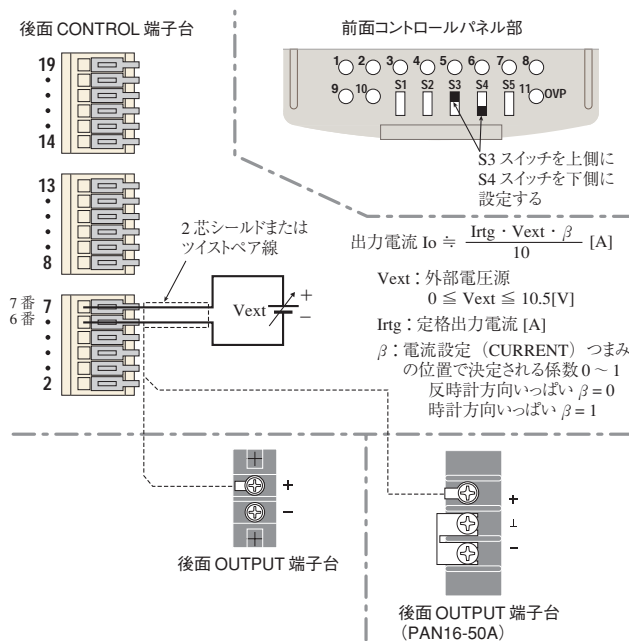

図 4-14 外部電圧による出力電流コントロールの接続と設定
- 外部電圧による出力電流のコントロールでは、電流設定 (CURRENT) つまみによって外部電圧源 (Vext) からの入力電圧に対する、出力電流の比を調整することができます (図 4-14 参照)。従って、つまみを時計方向いっぱいに戻しておかないと、定格出力電流まで外部コントロールできません。また、パネルからの出力設定を固定したい場合は、付属のガードキャップを使用してください。
4. コントロールスイッチ S3 と S4 を図 4-14 のように設定します。
5.   コントロール端子の6番と7番間に電圧源を図4-14のように接続します。